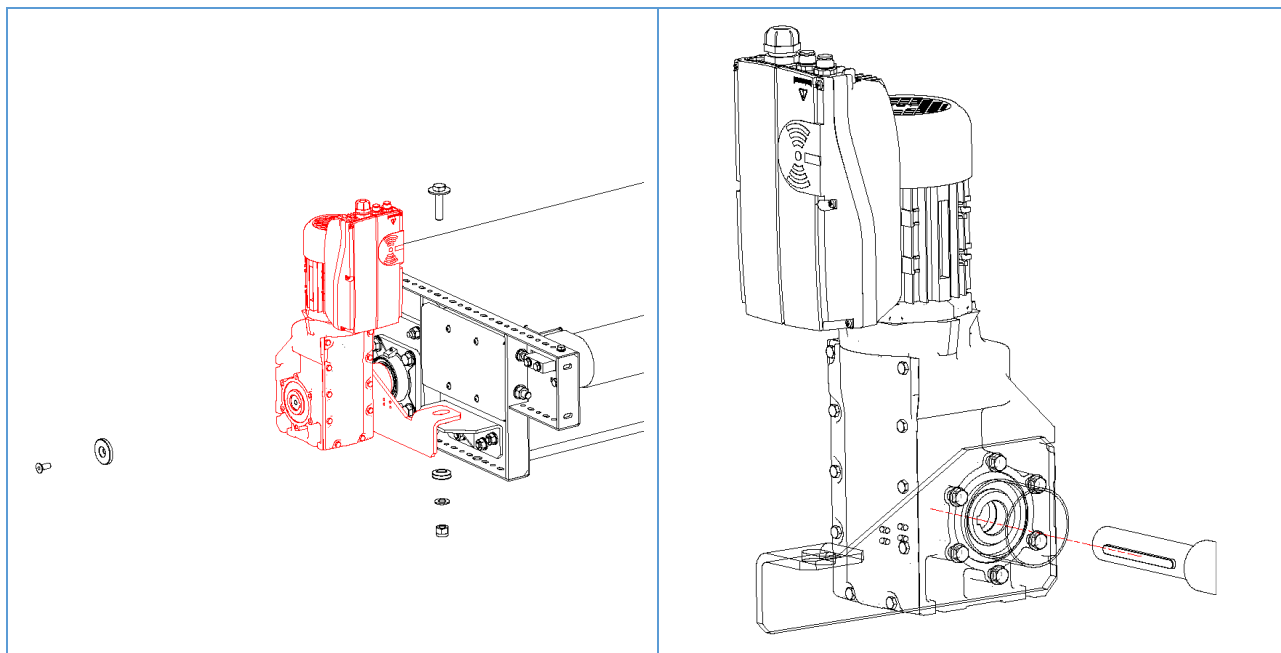

Figura 63 – Inserimento del motoriduttore
- k) Inserire il motoriduttore sull'albero di trasmissione verificando l'orientamento della chiavetta sull'albero in modo che corrisponda alla sua sede sul motoriduttore (vedere Figura 63).